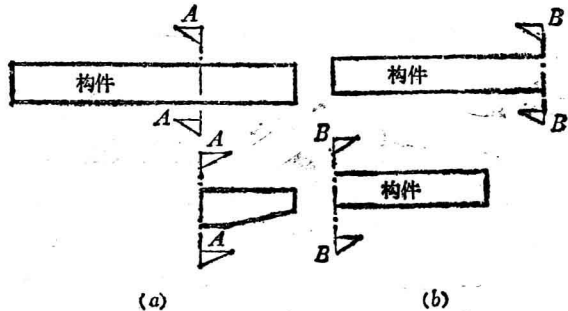

图 1-14 连接符号的表示方法
(2) 连接符号：它是用在连接切断的结构构件图形上的符号。常用于下面两种情况：1) 所绘制的构件图与另一构件的图形仅部分不相同时，可只画另一构件的不同部分（如图1-14(a)）；2) 当同一构件在绘制时因图纸有限，则将它分为两部分绘制，在相连的地方用连接符号表示（如图1-14(b)）。